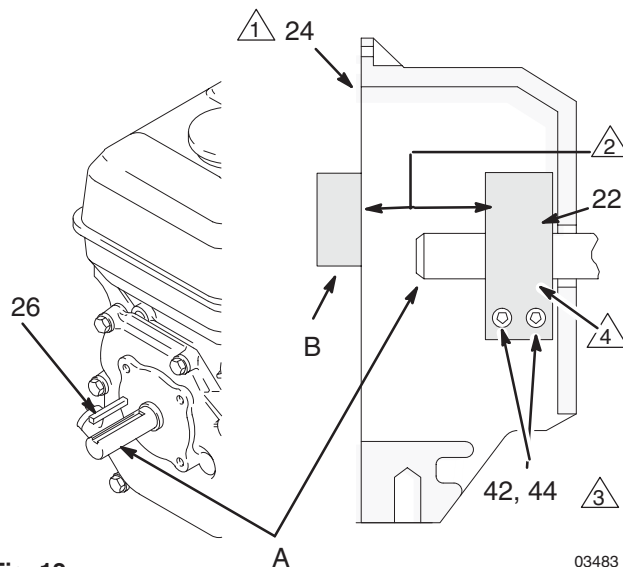

Fig. 12
1. Fig. 12. Desserrer les deux vis (44) sur la bride (22).
2. Introduire un tournevis dans la fente de la bride (22) et démonter la bride.
1. Fig. 12. Monter la clavette de l'arbre moteur (26).
2. Enfoncer la bride (22) sur l'arbre moteur (A) en tapotant dessus avec un maillet en plastique.
3. Presser la bride (22) sur l'arbre moteur (A). Respecter les cotes de la remarque 2, Fig. 12. Le côté chanfreiné doit être face au moteur.